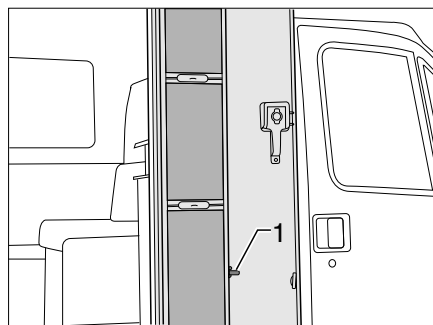
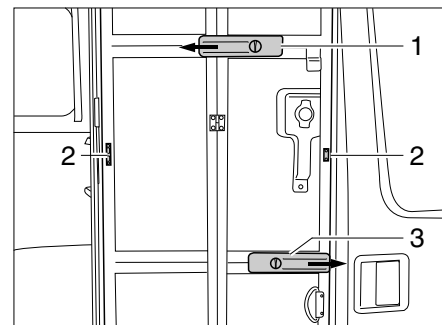

Bild 41 Insektenschutztür, eingeklappt
Bild 42 Insektenschutztür, ausgeklappt
■ Je nach Modell den Riegel (Bild 41,1 oder Bild 42,3) eine viertel Umdrehung drehen oder zurückschieben.
■ Schiene (Bild 42,1) zur Stabilisierung in Pfeilrichtung schieben.
■ Insektenschutztür ganz schließen und Riegel (Bild 42,3) in Pfeilrichtung schieben.
Einklappen: ■ Insektenschutztür entriegeln. Dazu den Riegel (Bild 42,3) entgegen der Pfeilrichtung schieben.
■ Schiene (Bild 42,1) entgegen der Pfeilrichtung schieben.
■ Insektenschutztür einklappen. Die Verriegelung (Bild 42,2) greift ineinander.
■ Insektenschutztür an die Eingangstür drücken und je nach Modell den Riegel (Bild 41,1 oder Bild 42,3) eine viertel Umdrehung drehen oder in die Aufnahme am Rahmen schieben.